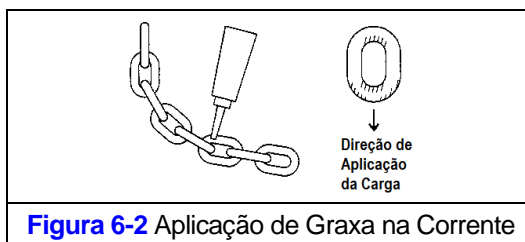

Figura 6-2 Aplicação de Graxa na Corrente
- Aplique a graxa lubrificante da KITO ou graxa de lítio de padrão industrial às superfícies de contato dos elos da corrente de carga, como indicado por hachuras na Figura 6-2. Aplique também graxa à área externa dos elos da corrente de carga (também hachurada na Figura 6-2) que entra em contato com a Roldana de Corrente. Verifique se há graxa nas reentrâncias de contato da Roldana de Corrente.